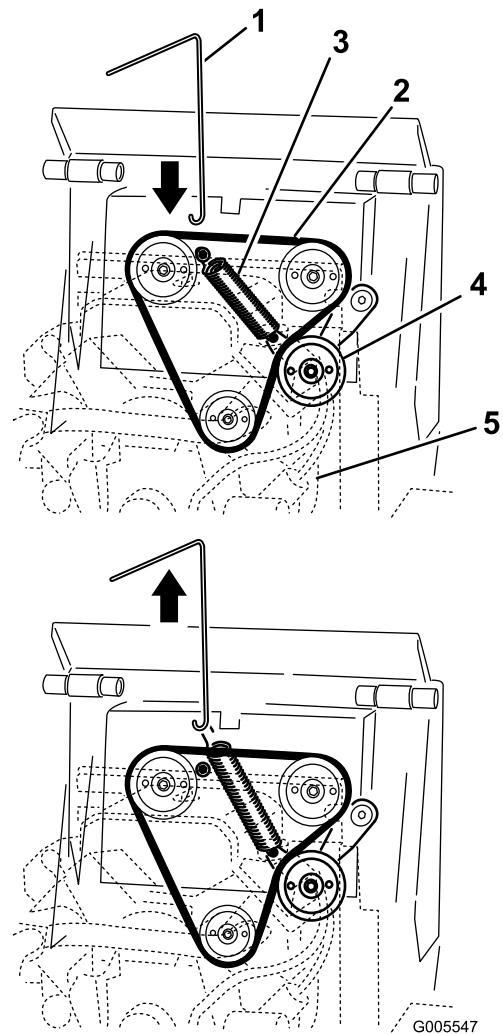

Bild 50
3. Verbinden Sie den Haken am Werkzeug für die Federentfernung mit dem Haken der Spannscheibenfeder, nehmen Sie die Feder dann vom Bolzen ab, wie in Bild 50 abgebildet.